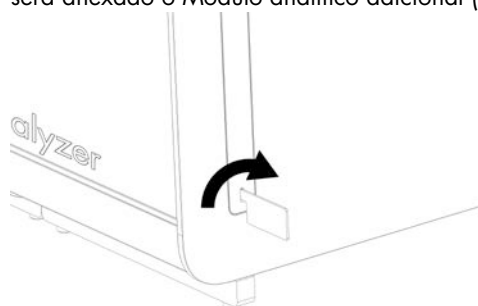

Figura 13. Removendo as coberturas de proteção.
- 1e. Remova as coberturas de proteção da parte lateral do Módulo analítico, que é onde será anexado o Módulo analítico adicional (Figura 13).